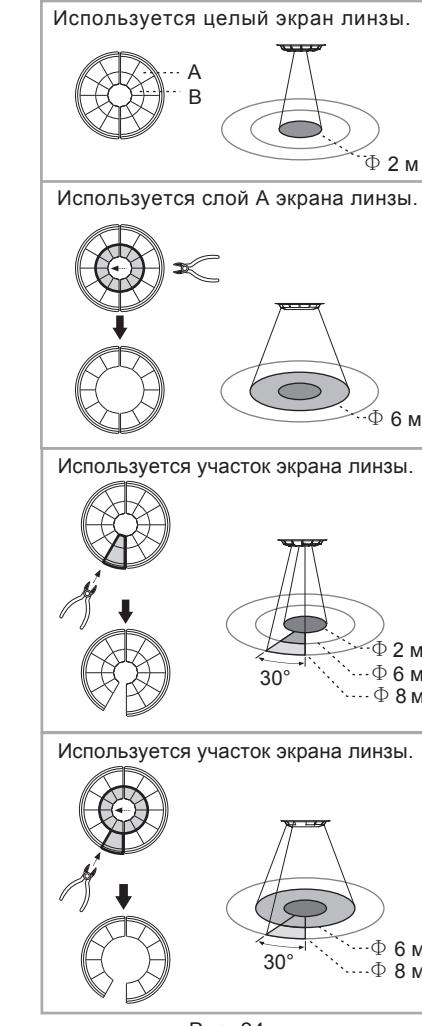

Рис. 24
4.2.3.2 После выбора необходимой области обнаружения уберите участки экрана линзы, которые больше не нужны (см. рис. 24).
- Затененная область на рис. 24 показывает область обнаружения, которая открывается при удалении участков экрана линзы.